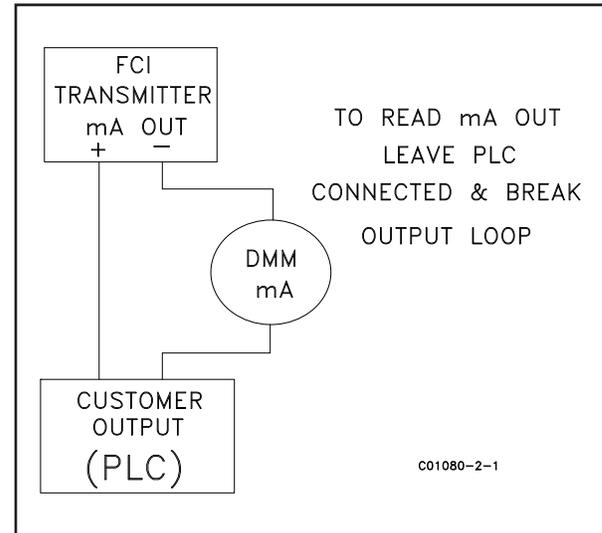

Figura 21
- B. Per leggere la corrente da 4 a 20 mA, scollegare il ciclo di uscita e collegare il multimetro digitale, impostare a milliamper (mA), in serie con il circuito di uscita (figura 21) per leggere il flusso corrente.